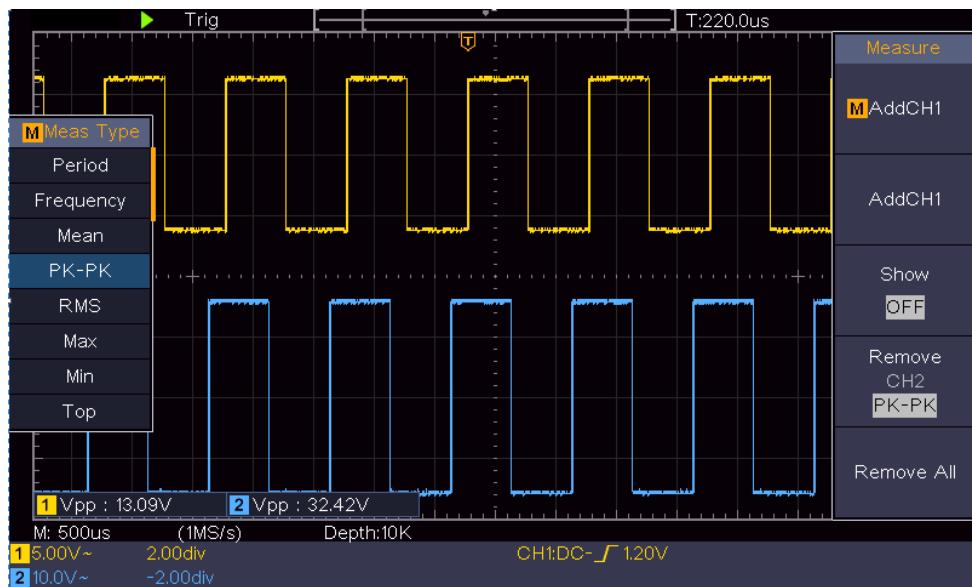

Figura 0-2 Forma de onda de la medición de la ganancia
- (1) Pulse el botón **Autoset** y el osciloscopio ajustará automáticamente las formas de onda de los dos canales en el estado de visualización adecuado.
- (2) Pulse el botón **Medir** para mostrar el menú de la derecha.
- (3) Seleccione **AñadirCH1** en el menú de la derecha.
- (4) En el menú Tipo de la izquierda, gire el mando **M** para seleccionar **PK-PK**.
- (5) En el menú de la derecha, seleccione **AñadirCH1**. Se añade el tipo de pico a pico del CH1.
- (6) En el menú de la derecha, seleccione **AñadirCH2**. Se añade el tipo de pico a pico del CH2.
- (7) Lea las tensiones pico a pico del Canal 1 y del Canal 2 en la parte inferior izquierda de la pantalla (ver *Figura 0-2*).
- (8) Calcula la ganancia del amplificador con las siguientes fórmulas.